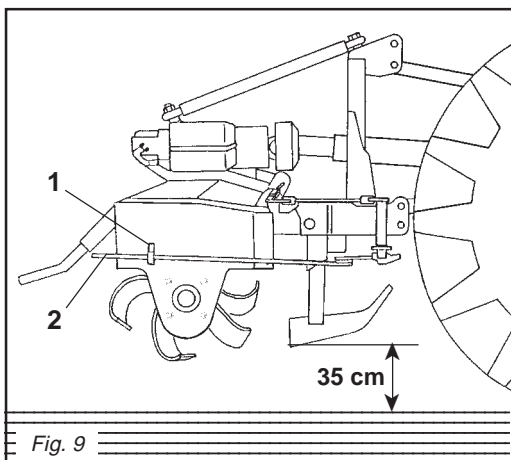
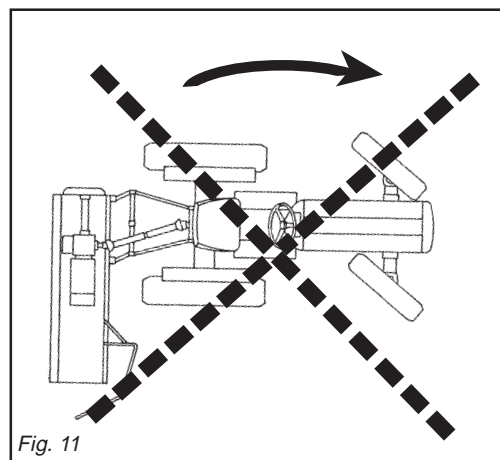

Fig. 9
Fig. 11
Evitare di far girare a vuoto (fuori del terreno) la zappatrice. Durante il lavoro evitare di effettuare curve con la macchina interrata, nè tantomeno lavorare in retromarcia (Fig. 11, 12). Sollevarla sempre per i cambiamenti di direzione e le inversioni di marcia. Du-
**Vermeiden Sie es, die Hackfräse unbelastet (außerhalb der Erde) laufen zu lassen. Wenn das Gerät unterirdisch arbeitet, keine Kurven fahren und auch nicht rückwärts fahren (Abb. 11, 12). Das Gerät zum Ändern der Richtung und zum Wenden immer**
**Evitar hacer girar en vacío (no apoyada sobre el terreno) la binadora. Durante el trabajo evitar efectuar curvas con la máquina enterrada y no trabajar marcha atrás. Alzarla siempre para cambiar de dirección y para las inversiones de marcha (Fig. 11, 12). Du-**
rante il trasporto, od ogni qualvolta si renda necessario il sollevamento della zappatrice, è opportuno che il gruppo di sollevamento del trattore venga regolato in modo che la zappatrice stessa non sia sollevata da terra per più di 35 cm circa (Fig. 9).
*Always raise the implement in order to reverse or change direction (Fig. 11, 12). During transport, or whenever the implement must be raised, it is advisable to adjust the lift unit of the tractor so that the implement itself is not raised more than about 35 cm from the ground (Fig. 9).*
ausheben. Während des Transportes, jedesmal wenn das Ausheben des Gerätes erforderlich wird, sollte der Kraftheber des Schleppers immer so eingestellt werden, daß das Gerät nicht mehr als circa 35 cm Abstand vom Boden aufweist (Abb. 9).
*versions de marche (Fig. 11, 12). Pendant le déplacement et chaque fois qu'il faut relever la houe, veillez à ce que le groupe de relevage du tracteur soit réglé de manière à la soulever au moins de 35 cm (Fig. 9).*
rante el trans-porte, cada vez que se hace necesario alzar el equipo, es conveniente que el grupo de elevación del tractor se regule en modo tal que el equipo mismo no se alce desde el suelo más de 35 cm aprox. (Fig. 9).
Lo spostamento in automatico viene dato da un'astina (2 Fig. 9) che comanda il gruppo tastatore. Lo spostamento in manuale viene comandato dal posto di guida con la cordicella fissata all'asta (5 Fig. 1), che comanda il distributore idraulico.
*Automatic movement is achieved by a rod (2 Fig. 9) which controls a feeler unit. Manual movement is controlled from the steering seat by means of the cord fixed to the rod (5 Fig. 1), which controls the hydraulic distributor.*
*The control rod must be necessarily fixed to the relative hook (1 Fig. 9) during transport and when the steerage hoe operates*
Die automatische Verschiebung wird durch einen Stab (2 Abb. 9) ausgelöst, der die Tastergruppe ansteuert. Die Verschiebung von Hand erfolgt vom Fahrersitz aus, indem man an einer Schnur zieht, die an der Stange (5 Abb. 1) befestigt wird, die den hydraulischen Verteiler ansteuert.
*Le déport automatique est permis par une tige (2 Fig. 9) qui commande le groupe palpeur. Le déport manuel est possible depuis le poste de conduite au moyen du câble fixé sur la tige (5 Fig. 1) qui commande le distributeur hydraulique.*
El desplazamiento en automático se obtiene con una varilla (2 Fig. 9) que comanda el grupo palpador. El desplazamiento manual está comandado desde el lugar de conducción con la cuerda fijada a la varilla (5 Fig. 1), que comanda el distribuidor hidráulico.
cio (1 Fig. 9).